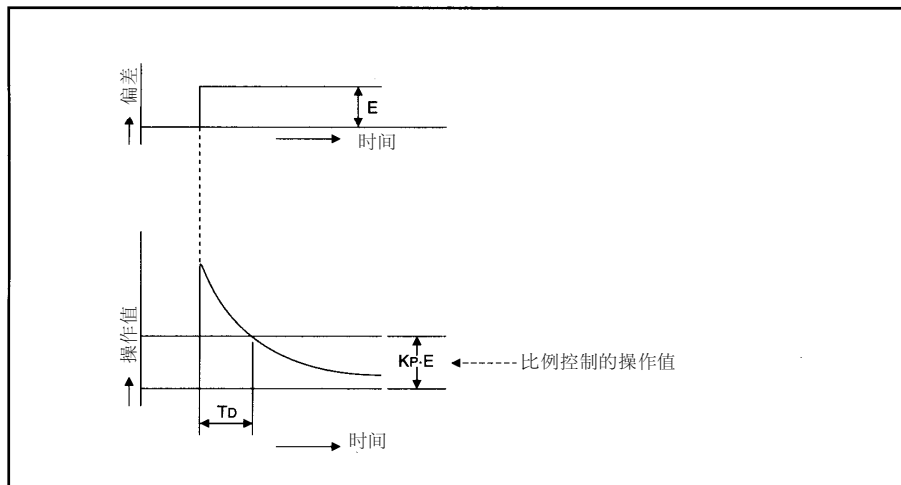

图. 1.10 阶跃响应的微分控制
- (2) 微分控制中，从偏差产生到微分控制的操作值变为比例控制的操作值的时间称为微分时间，用 T_D 表示。
- (3) 偏差值为常数时，阶跃响应的微分控制如图 1.10 所示。
- (4) 微分控制常与比例控制结合作为 PD 控制，或者与比例、积分控制结合使用作为 PID 控制。